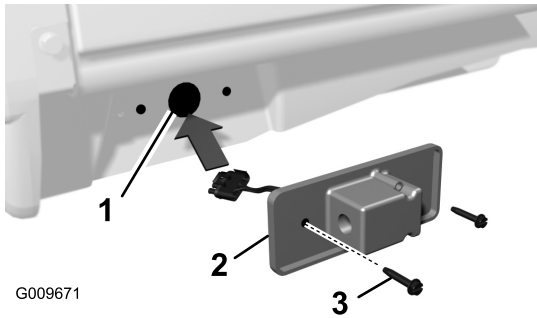

Figura 21
- A. Alimente o conector da luz traseira através do furo central grande feito previamente (Figura 21).